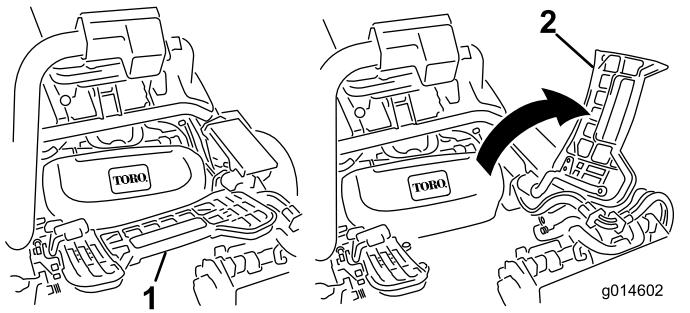

Figura 10
- Per installare l'apparato di taglio centrale, sollevate il poggiapiedi e ruotatelo, per consentire l'accesso alla posizione dell'apparato di taglio centrale (Figura 10).